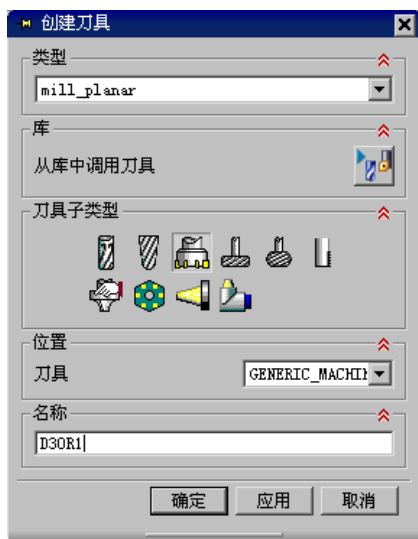

图 3.4.4 “创建刀具”对话框
Step1. 选择下拉菜单 插入(S) 刀具(T)... 命令，系统弹出图 3.4.4 所示的“创建刀具”对话框。